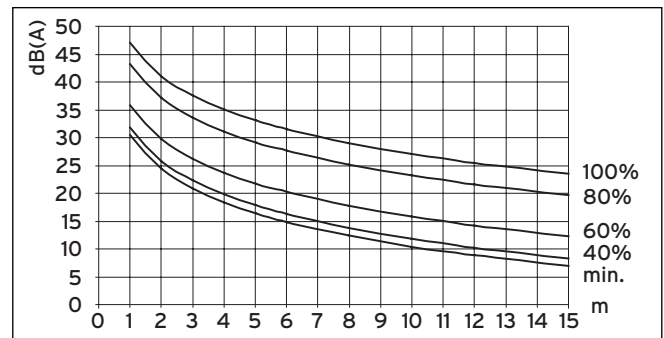

Bild 6.1 Utomhusenhetens bullernivå i dB(A) beroende på avstånd och fläktvarvtal för VWL 61/3 S vid uppställning på öppet område
- Ställ in så att gällande bestämmelser för buller utomhus uppfylls (→ **bild 6.1 till 6.5 och tab. 6.1**).